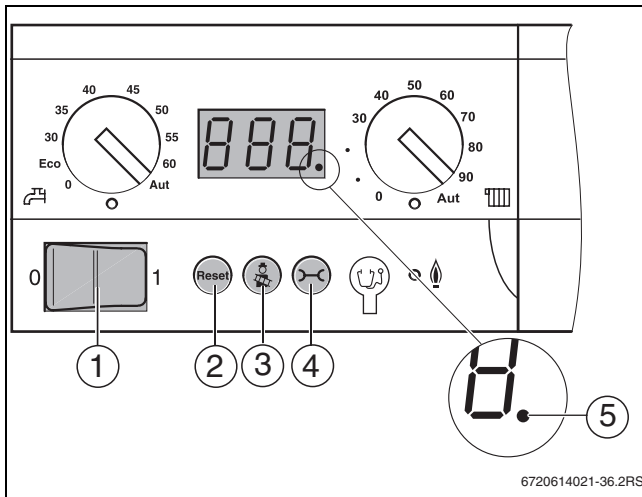

Bild 42 Bedienfeld des BC10
- Hauptschalter am BC10 auf „0“ (Aus) stellen (→ Bild 42, [1]).